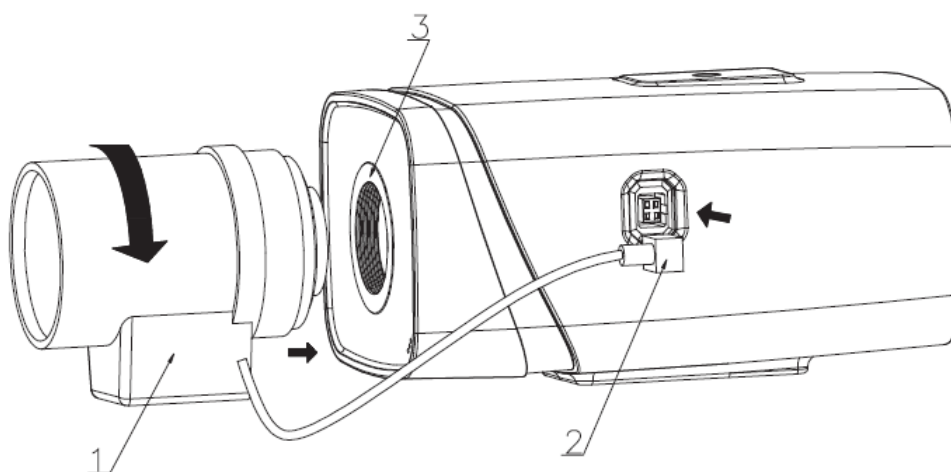

Рисунок 5.1 – Присоединение объектива
1. Присоедините объектив в соответствующее гнездо, предварительно сняв колпачок защиты матрицы видеокамеры. Поверните объектив по часовой стрелке для надежного закрепления (Рисунок 5.1).